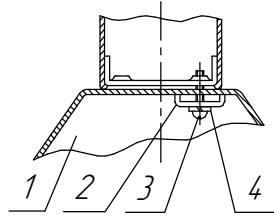

Рисунок 5: 1. Отражатель;
6.2.2 Протяните провода с накидными патронами в отверстия отражателя и закрепите отражатель на корпусе с помощью скобы поз. 2 и винтов поз. 3(рисунок 5).